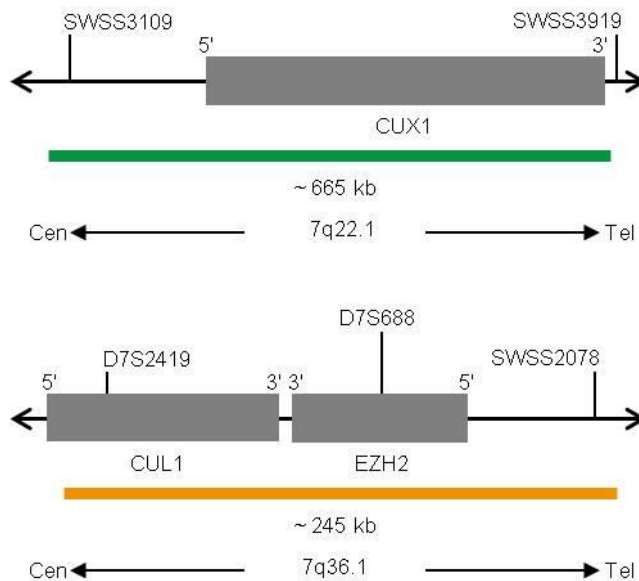

Fig. 1: En haut : Carte de la sonde SPEC CUX1 ; En bas : Carte de la sonde SPEC EZH2 (pas à l'échelle)
- Polynucléotides marqués au ZyGreen (excitation 503 nm/émission 528 nm) (~10 ng/ μ l), qui ciblent des séquences en 7q22.1* (chr7:101,270,255-101,934,924) hébergeant la région génétique CUX1 (voir figure 1).
- Polynucléotides marqués au ZyOrange (excitation 547 nm/émission 572 nm) (~4.5 ng/ μ l), qui ciblent des séquences en 7q36.1* (chr7:148,402,839-148,647,927) hébergeant la région génétique EZH2 (voir figure 1).